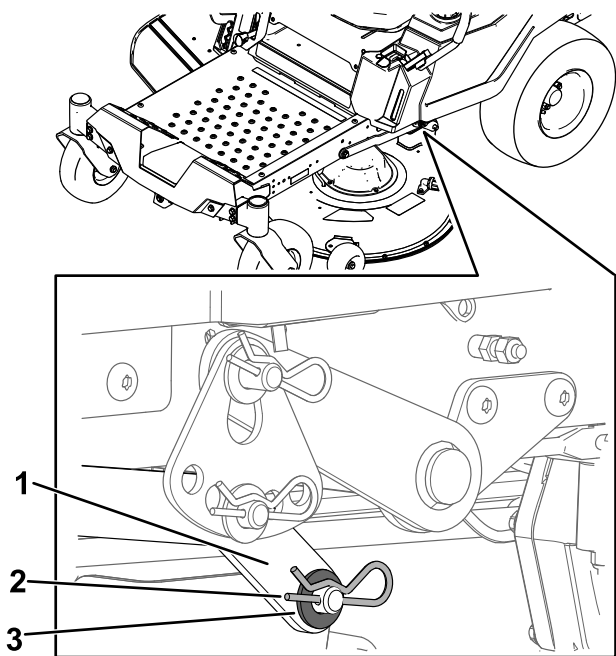

Figura 70
7. En un lado de la máquina, retire la arandela y la chaveta del pasador de la carcasa (Figura 70).
8. Retire el brazo de elevación del pasador de la carcasa (Figura 70).
5. En un lado de la máquina, eleve la parte trasera de la carcasa del cortacésped e instale el brazo de elevación en el pasador de la carcasa (Figura 70).
6. Instale el brazo de elevación con la arandela y la chaveta (Figura 70).